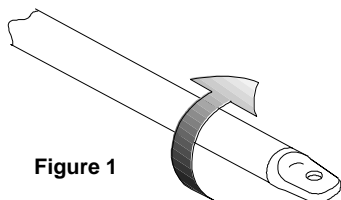

Figure 1
- Déverrouiller le vérin avec sa clé pour sortir complètement la tige. Re-verrouiller le vérin puis tourner la tige d'un tour complet dans le sens des aiguilles d'une montre (Figure 1). La tige doit rentrer de 10 mm environ.